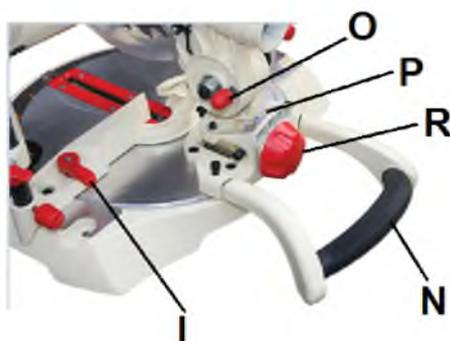

Рис. 2
- Пила поставляется с зафиксированной режущей головой. Чтобы разблокировать голову пилы, вытащите фиксатор (O, Рис. 2), при этом нажав на голову пилы.
- Пила включается нажатием на переключатель на внутренней стороне рукоятки (M, Рис. 2).